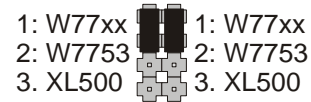

Fig. 7. Position des cavaliers pour CLCM4T,5T,6T
3. Vérifiez la position des cavaliers en se référant à la Fig. 7 et le câblage du combiné en se référant aux Tableaux 4 / 5.
Le réglage usine des cavaliers des CLCM4T,5T,6T avec le SERVAL est indiqué sur la Fig. 7.